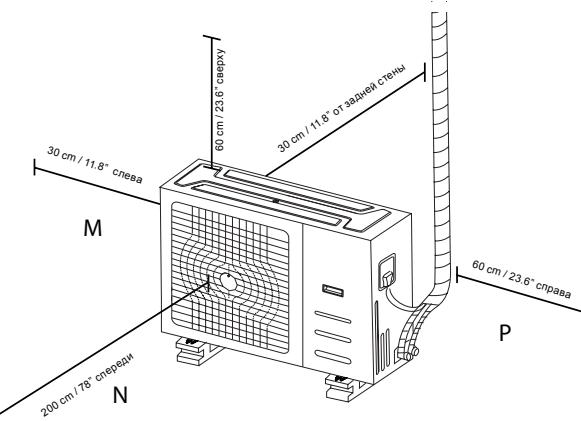

Рис. 5.7
**ПРИМЕЧАНИЕ:** Минимальное расстояние между наружным блоком и стенами, указанное в инструкции по монтажу, не распространяется на герметичные помещения. Как минимум с трех сторон (M, N, P) корпус наружного блока ничто не должно загораживать (рис. 5.7).